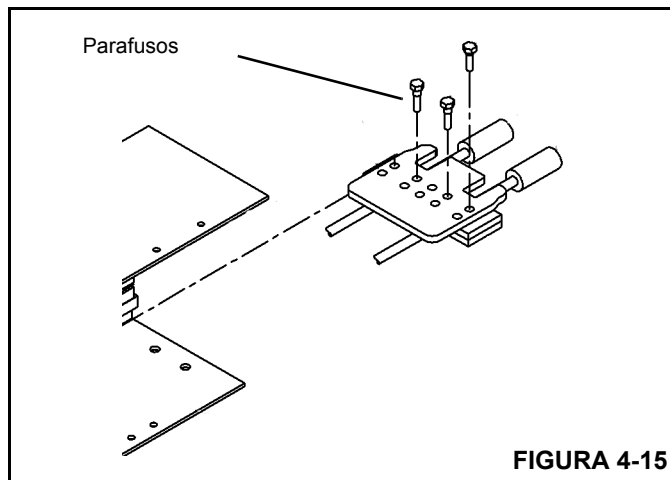

FIGURA 4-15
5. Na extremidade da base da 4ª seção (Figura 4-15) instale o conjunto de fixação na seguinte ordem: